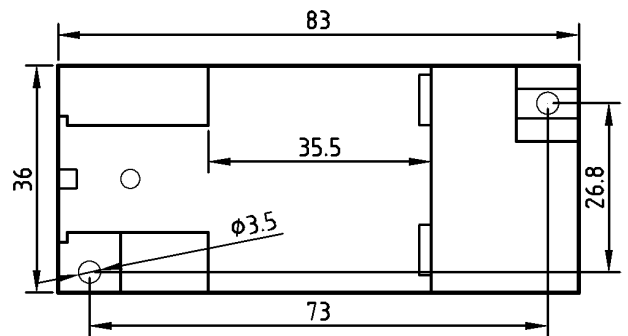

图 5 安装尺寸图
产品采用 DIN35 导轨式安装或螺钉固定安装,其安装尺寸如图 5 所示。
- ① 按图 5 所示的螺孔位置在固定板上打直径为 3mm 孔；
- ② 使用小于Φ3 的螺钉插入孔中固定。